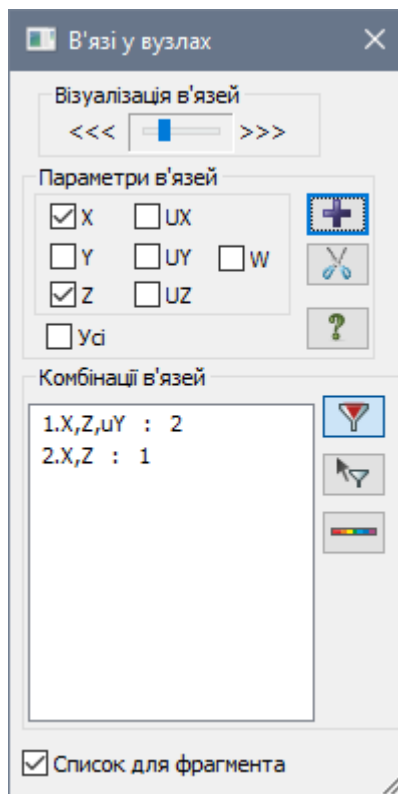

Рис. 1.7. Діалогове вікно В'язі у вузлах
- Натиснувши на кнопку  – **В'язі** (панель **Жорсткості та в'язі** на вкладці **Створення та редагування**) Відкрийте діалогове вікно **В'язі у вузлах** (рис. 1.7).